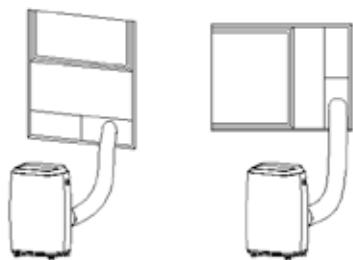

Fig. 5 & 5a
- 2) Som vist i Fig.5 og Fig.5a, monter avtrekksslangen og juster vindusposisjonen godt.